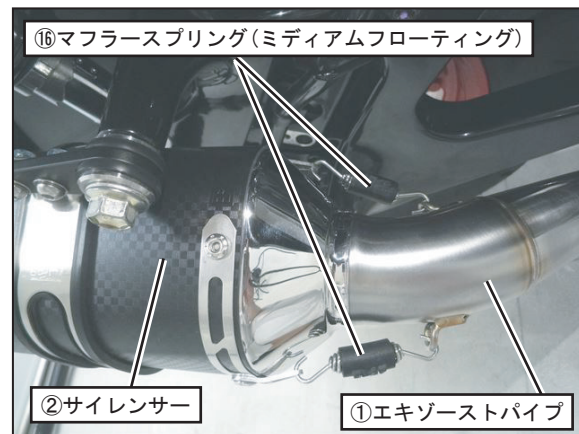

FIG. 11
7. ②サイレンサーを①エキゾーストパイプに取り付け、スプリング取付工具を使用して⑯マフラスプリング（ミディアムフローティング）を取り付けて下さい。（FIG. 11 参照）